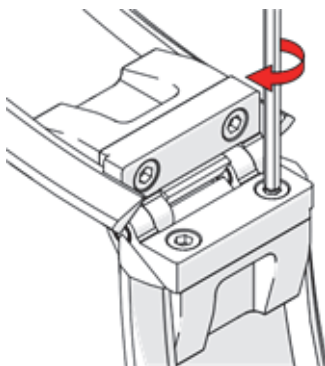

Figura 1-15 Fijación de los tornillos
2. Ajuste los dos tornillos hexagonales con un des[at]ornillador hexagonal de 5 mm para asegurar las dos mitades (ver Figura 1-15 en la página 37).